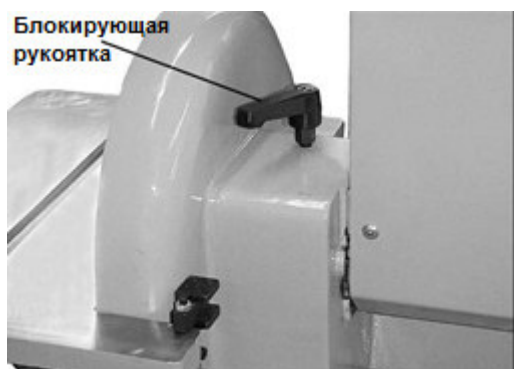

Рис. 18
1. Ослабьте блокирующую рукоятку (см. Рис. 18).
4. Снова затяните блокирующую рукоятку (см. Рис. 18).